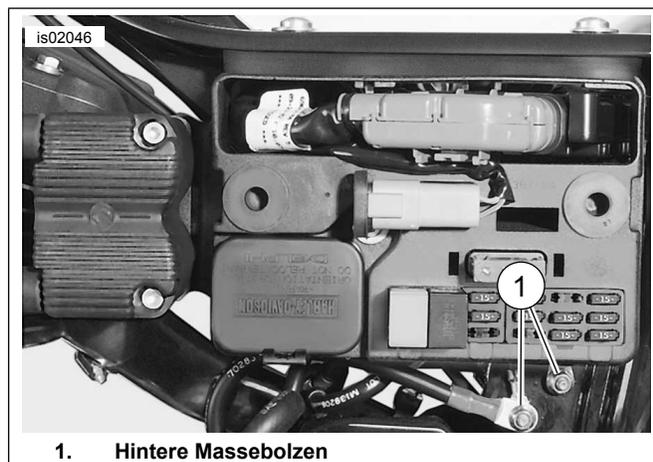

Abbildung 1. 2004 FXDWG: Masse
1. Die Masse für das jeweilige Modelljahr und Modell im Stromlaufplan und Werkstatthandbuch nachschlagen und das Mini-Drehzahlmesser-Kabelbaummassekabel (BK) zur Masse verlegen. **Für FXDWG-Modelle von 1996 bis 2003:** Oben auf dem Rahmen, unter dem Sitz nach vorne in Richtung Tank. **Für FXDWG-Modelle ab 2004:** Siehe Abbildung 1. An einem der beiden hinteren Massebolzen unter dem Sicherungsblock. **Für Softail-Modelle von 1984 bis 2003:** Oben auf dem Rahmen, unter dem Sitz nach vorne. **Für Softail-Modelle ab 2004:** Siehe Abbildung 2. Auf dem Rahmenriemen, unter dem Sitz direkt vor der Batterie. **Für FLHR-Modelle von 1994 bis 2003:** Im Bereich unter dem Sitz und unter der Sicherung. **Für FLHR-Modelle ab 2004:** Siehe Abbildung 3. Unter dem Sitz direkt vor der Batterie. **Für XL-Modelle von 1996 bis 2003:** Das schwarze Massekabel vom Mini-Drehzahlmesser-Kabelbaum wird mit dem schwarzen Massekabel, das zum Instrumentenblock-Steckverbinder [20B] führt, verspleißt.